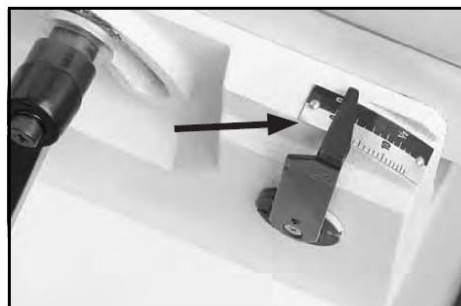

Рис. 42
- С помощью отвертки установите стрелку шкалы в положение "0" (рис. 42 - Шкала глубины установлена в положение "0"), затем установите на место положительные ограничители подающего стола.